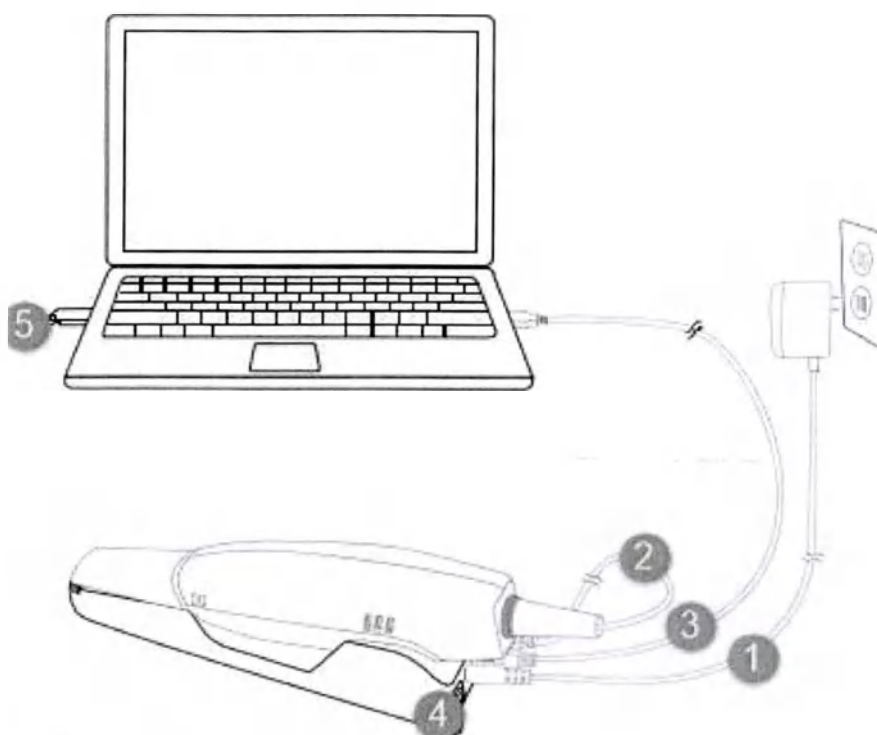

Рисунок 8.
(5) Вставьте поставляемый в комплекте USB-адаптер «2-в-1» в гнездо USB компьютера (см. Рисунок 8).